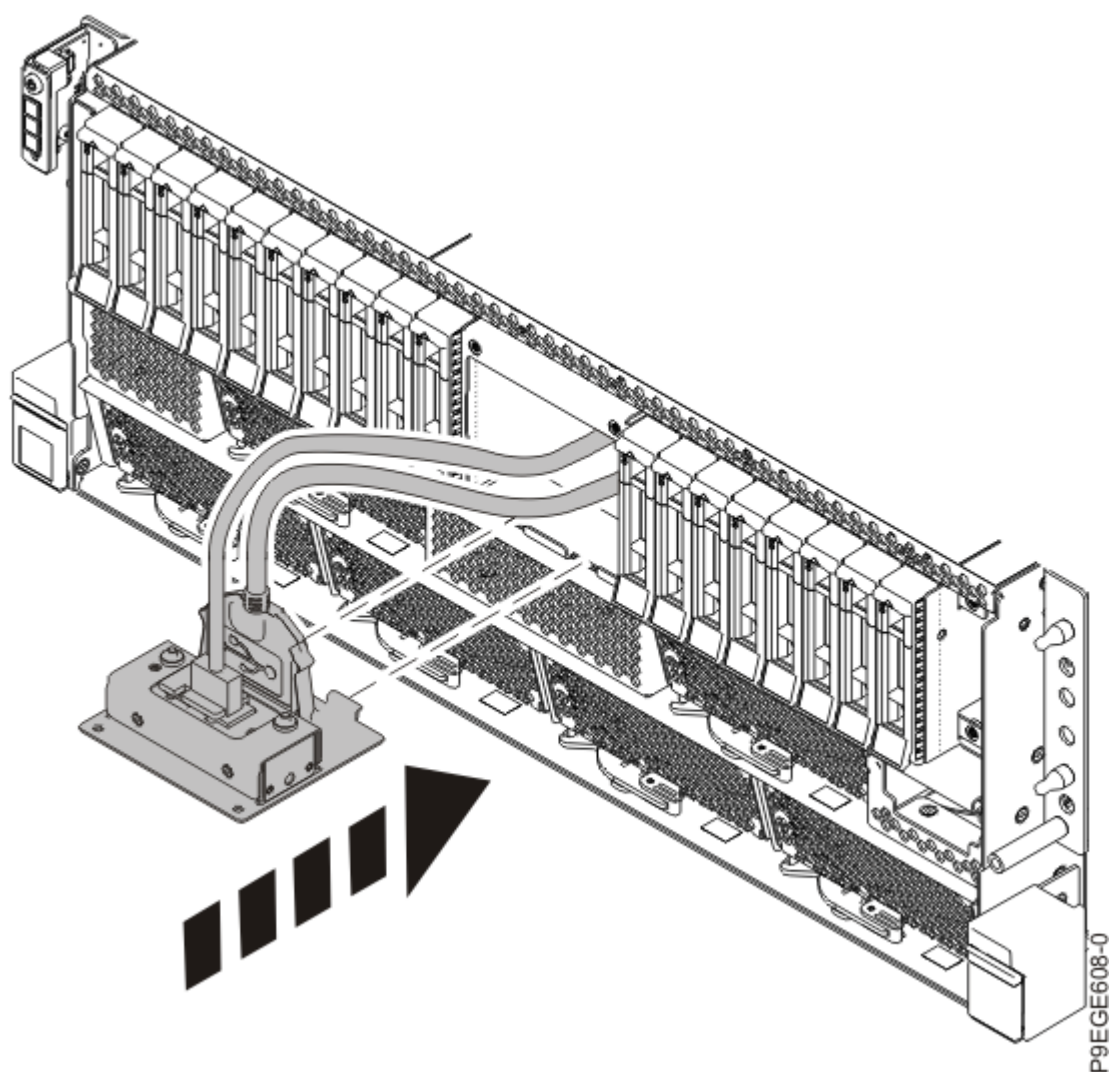
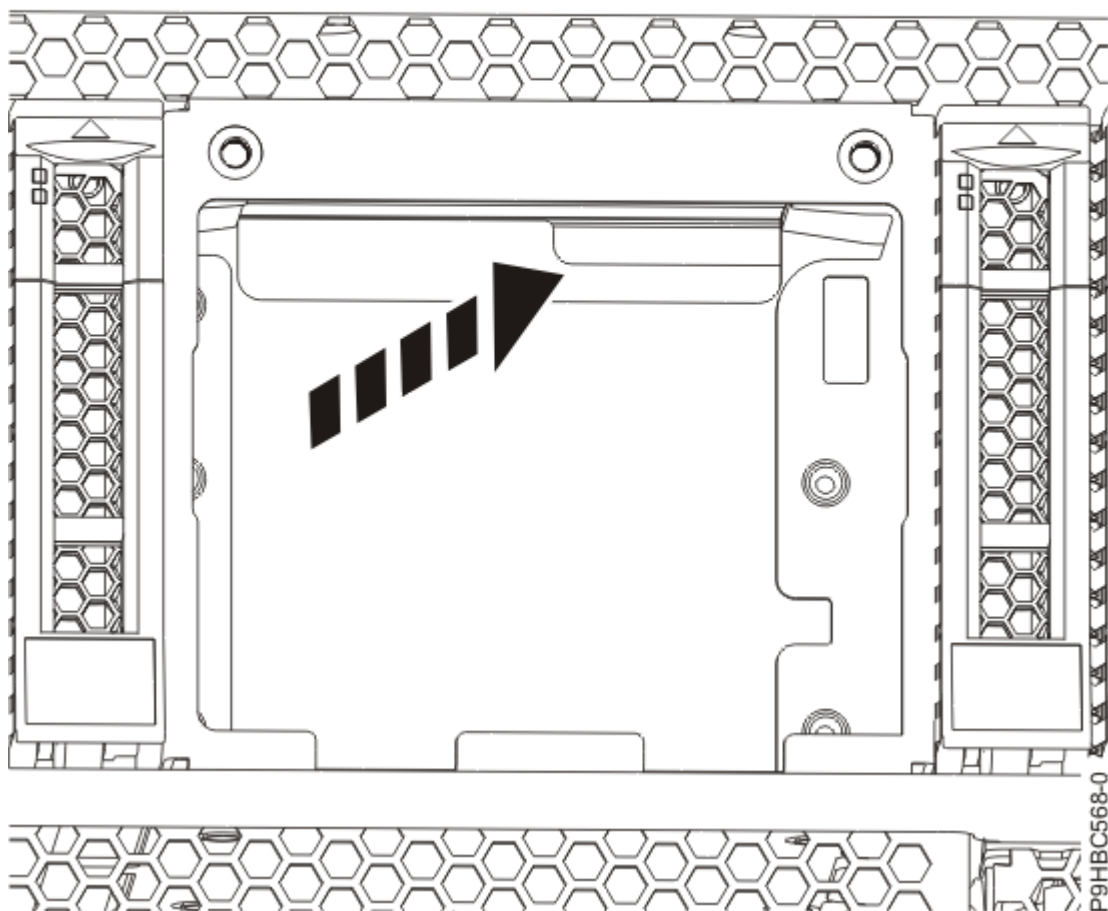
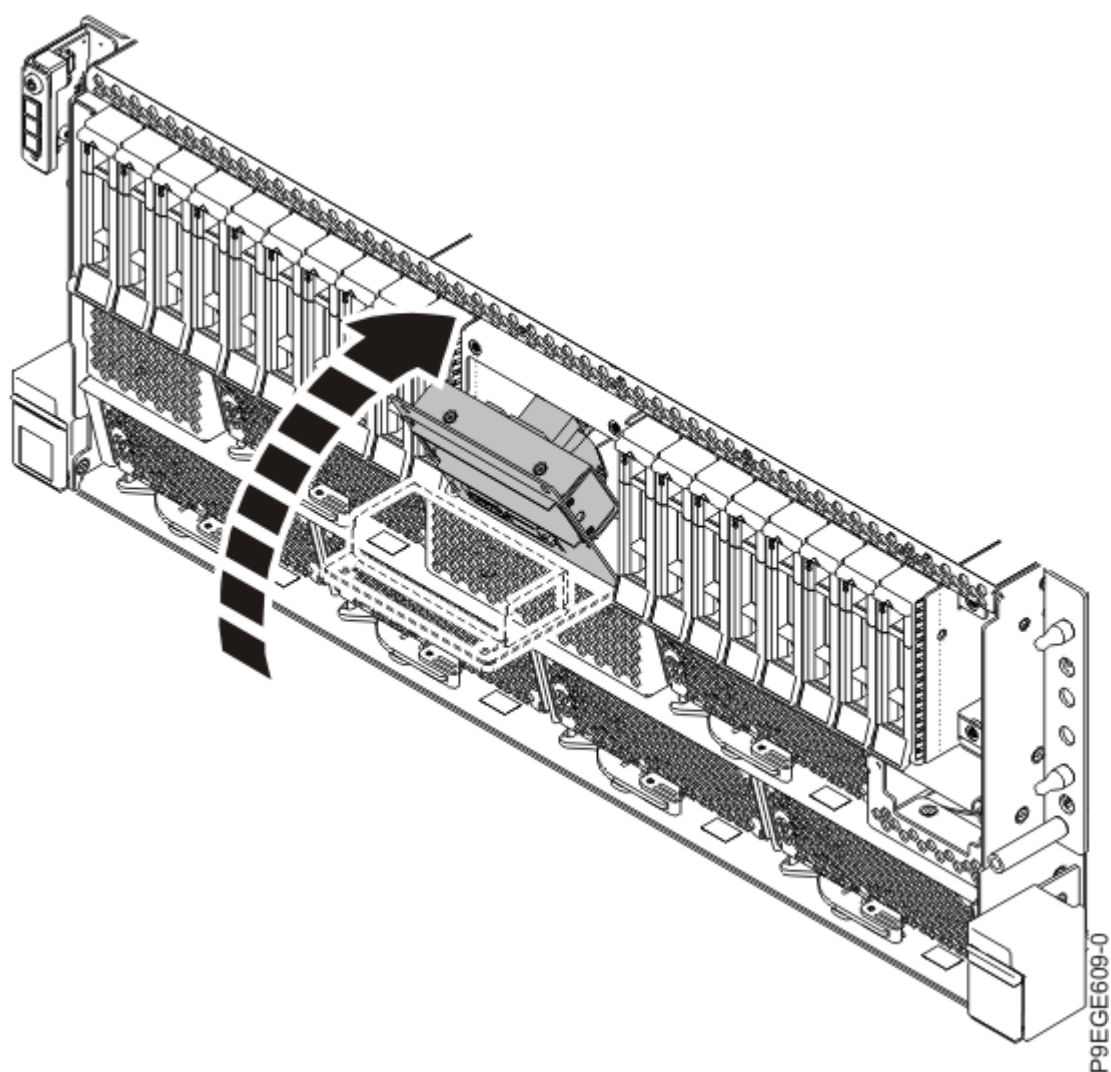
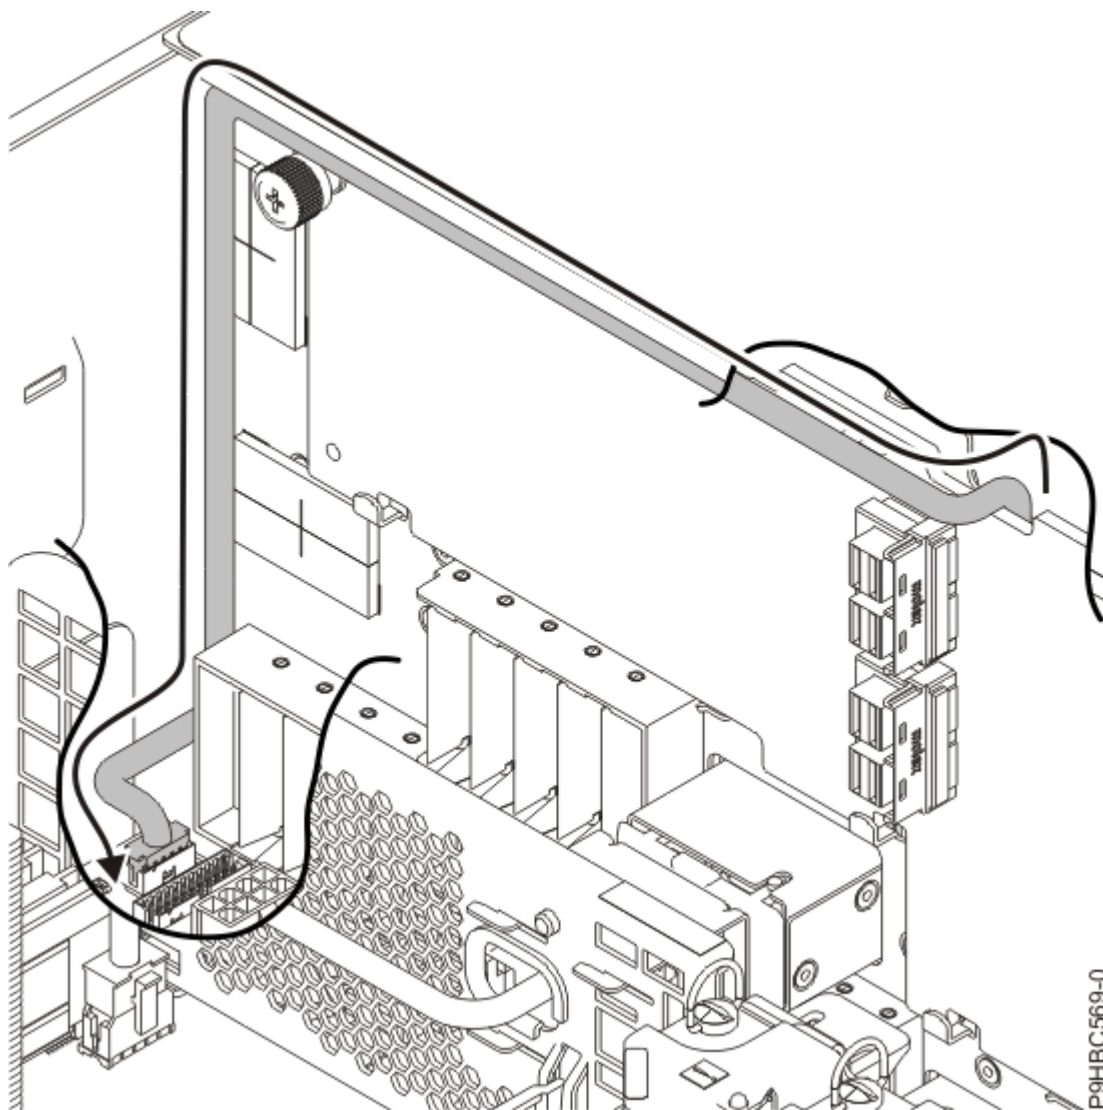

図 117. ラック・マウント型システムのコントロール・パネル・ディスプレイ・ケーブルの挿入
図 118. ラック・マウント型システムのシャーシ内でのこの穴を通したケーブル配線
図 119. ラック・マウント型システムのコントロール・パネル・ディスプレイ・ホルダーのクローズ
図 120. ラック・マウント型システムのコントロール・パネル・ディスプレイ・ケーブルの進路
3. ラック・マウント型システムの場合、コントロール・パネル・ディスプレイ・ケーブルをシステムに挿入します (122 ページの図 117、123 ページの図 118、124 ページの図 119、および 125 ページの図 120 を参照)。